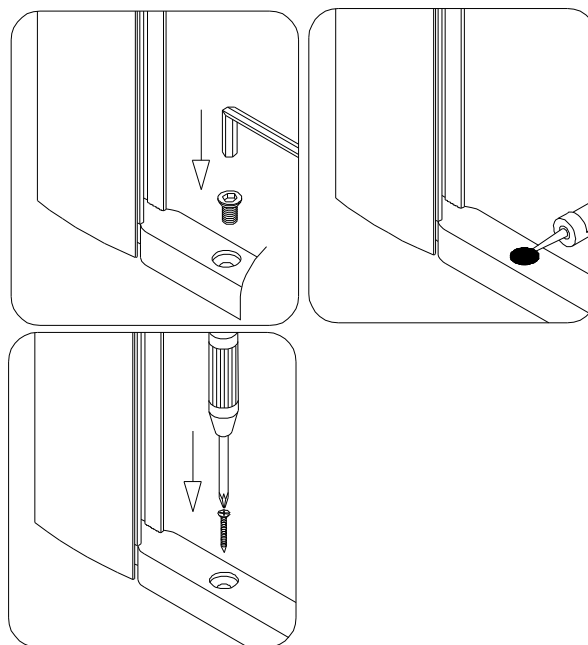

Рис. 9
9. Отверстие в Крепеже для штыревой петли (08) можно прикрыть **Плоским Болтом** под **внутренний шестигранник M6×12 (18)** для декорации или прикрепить к порогу **Шурупом с полукруглой головкой ST4.2×30 (30)**. Нанесите слой герметика на поверхность Шурупа или болта. Рис. 9